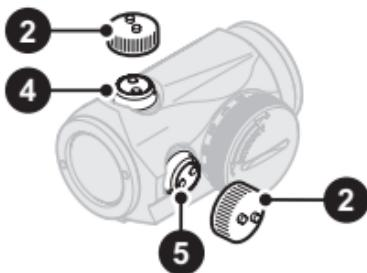

Fig. 2 Ta bort locken
- Öppna Linsskydden (3).
- Sätt Vridomkopplaren (8) på en nivå där den röda punkten är tillräckligt ljusstark för att kontrastera mot målet.
- För att komma åt Höjdjusterskruven (4) och Sidojusterskruven (5), ta bort Justeringslocket (2). Se Fig. 2.
- Justeringslocket (2) eller Verktyget (11C) används för att justera Höjdjusterskruven (4) och Sidojusterskruven (5). De två knoparna på Justeringslocket (2) passar i de två fördjupningarna på Justerskruvorna (4) (5).